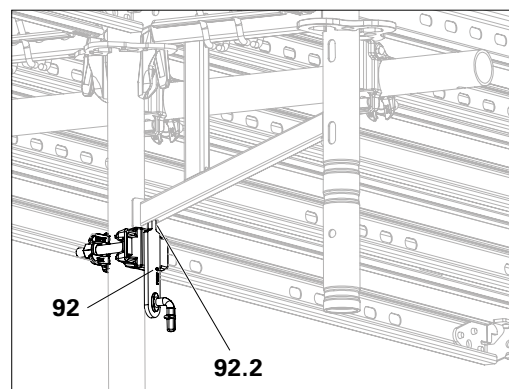

Abb. A6.12
1. Geländerkupplung EPW (**92**) mit Nase (**92.2**) nach oben montieren. Nase muss in die Abstreifung der Konsole eingreifen. (Abb. A6.12)